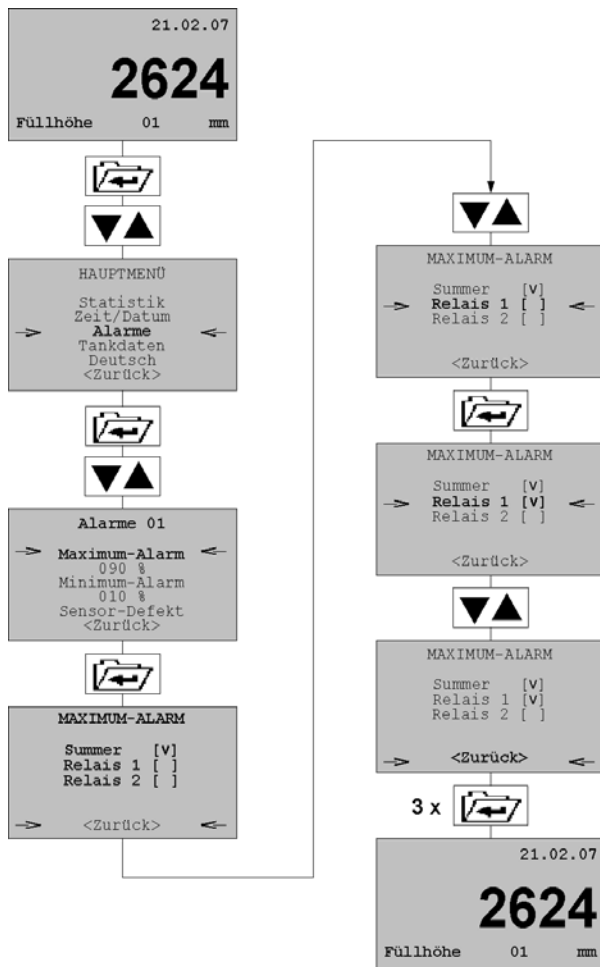

Bild 13: Summer-/Relais-Einstellungen am Beispiel Maximum-Alarm
- Alarm-Menü 2 aufrufen und weiter wie in Bild 13 auf Seite 31 beschrieben.